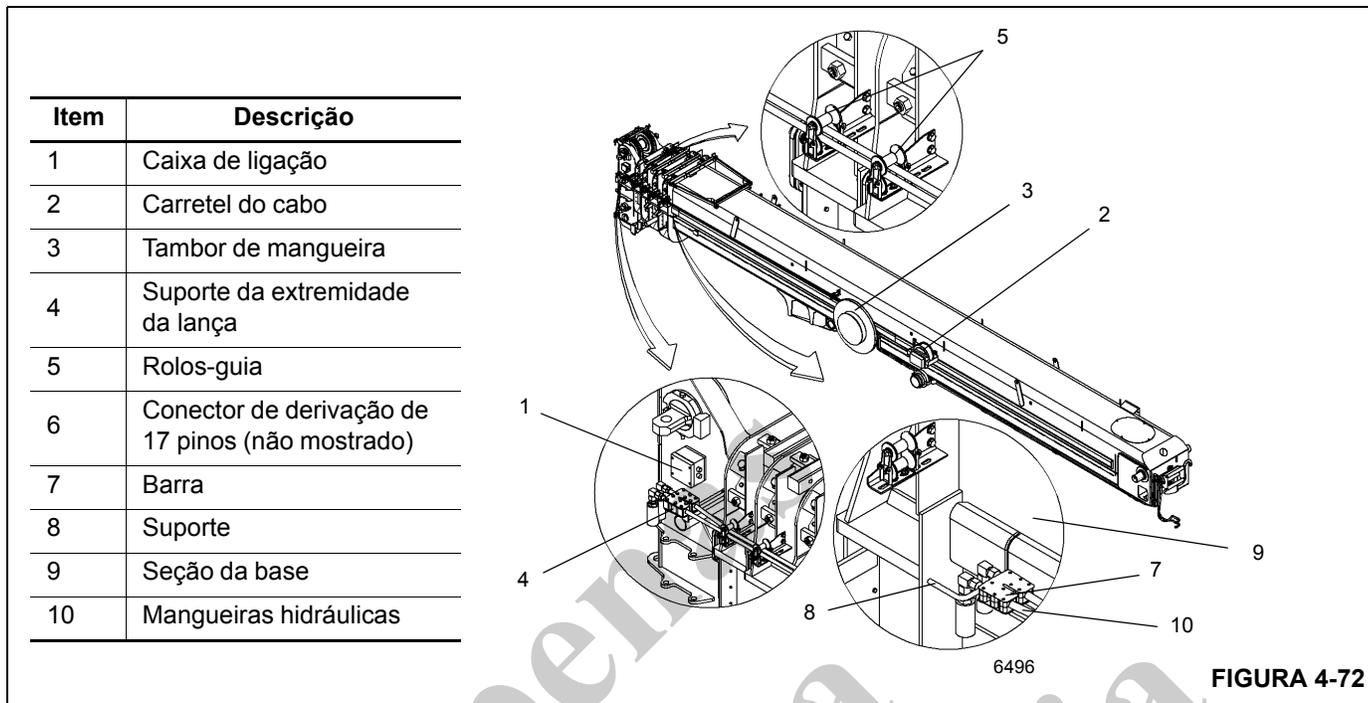

FIGURA 4-72
Ao trabalhar com a lança principal por períodos longos, a conexão hidráulica entre o tambor da mangueira e a lança principal deve ser desligada. Isto evita o enrolamento e desenrolamento desnecessário da mangueira (Figura 4-72).
1. Remova o plugue de derivação de 17 pinos da caixa de junção elétrica da extremidade da lança (Figura 4-72).